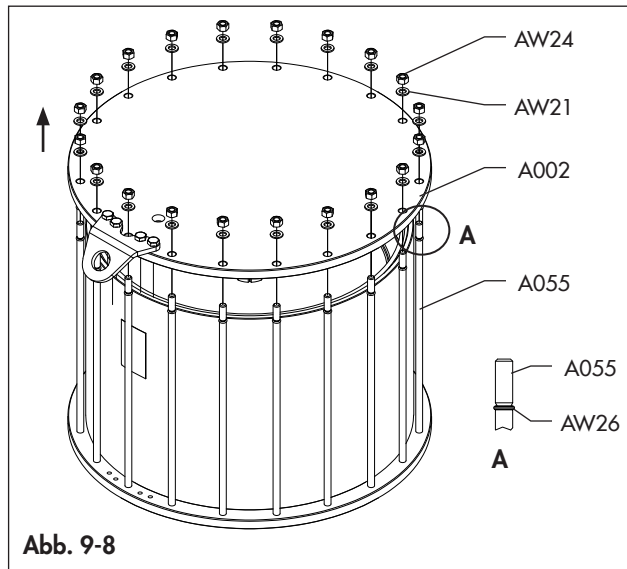

Abb. 9-8
- Entfernen Sie die Muttern (AW24) und Unterlegscheiben (AW21). (Abb. 9-8)
- Entfernen Sie den Flansch (A002) und achten Sie dabei darauf, die O-Ringe (AW26) nicht zu beschädigen. (Abb. 9-8)